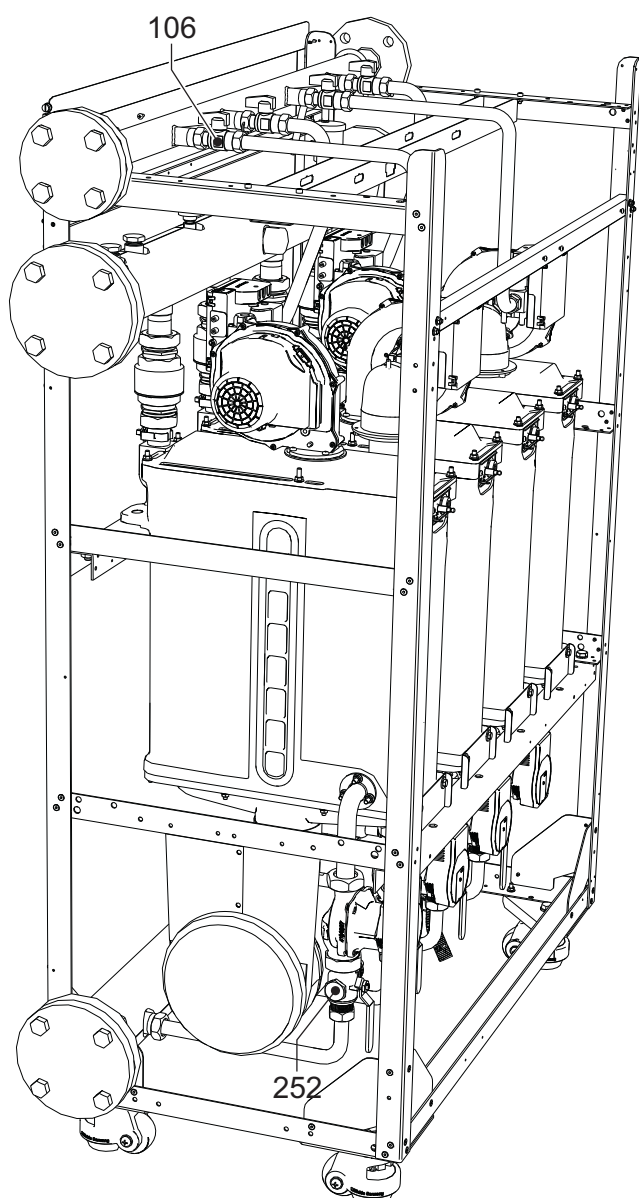

fig. 105
Desconecte la alimentación eléctrica del equipo y cierre la llave de paso del gas (ref. 106 - fig. 105) del módulo sujeto a mantenimiento. Si es necesario, descargue el circuito hidráulico conectando el adaptador para manguera preinstalado en el primer módulo, con un tubo específico de goma (no incluido), a una descarga o a un colector de recogida la salida lateral de la llave de paso de tres vías (ref. 252 - fig. 105) situado en el retorno del módulo. Cierre la llave de paso de tres vías (ref. 252) del retorno para proceder a la descarga.